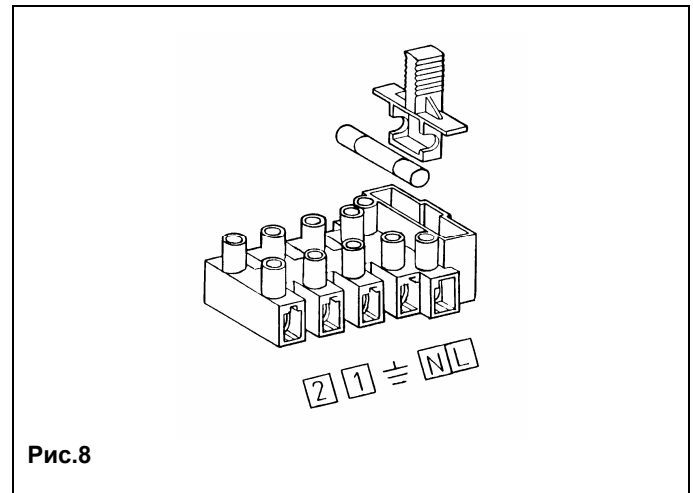

Рис.8
- для доступа к контактам снимите крышку (рис.8).